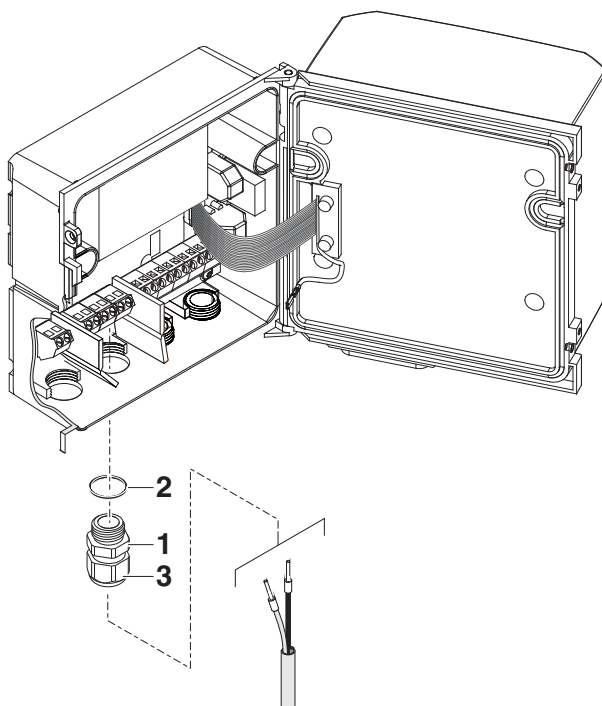

figure 3-18 Introduction des câbles
- 2 Visser un passe-câbles à vis (pos. 1 figure 3-18) avec sa bague d'étanchéité (pos. 2) dans le boîtier au-dessous de chacune des connexions correspondantes.
- 3 Desserrer l'écrou de serrage (pos. 3).
- 6 Serrer l'écrou de serrage (pos. 3).